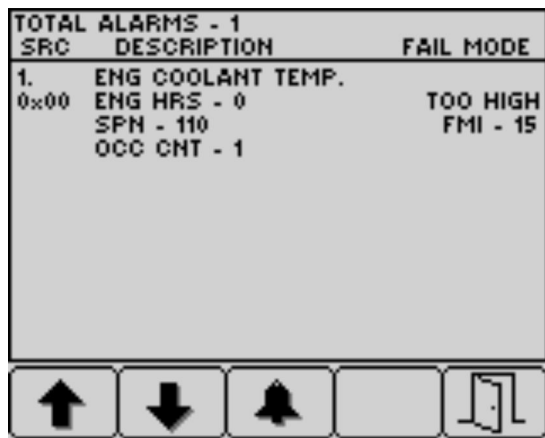

Figura 36
4. Pulse el botón 5 para salir de la lista de fallos activos y regresar a la pantalla de inicio (Figura 36).
5. Pulse el botón 5 para salir de la lista de fallos activos y regresar a la pantalla principal; consulte la Figura 36 en Notificaciones del motor \(página 35\).